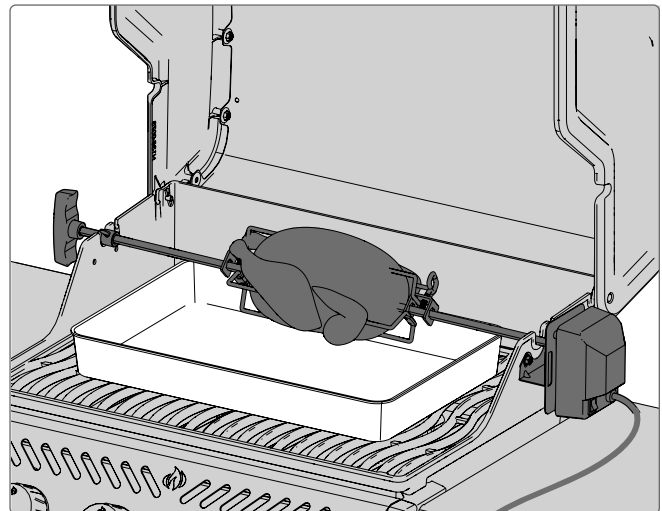

Рис. 15
- Следите за тем, чтобы нагрузка на вертеле всегда была равномерно распределена (Рис. 15).